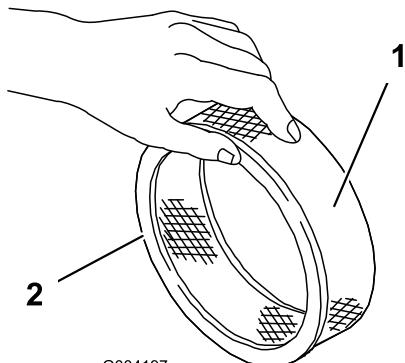

図 146
- ペーパーフィルタに汚れや油汚れ、ゴムシールの傷がないか点検する図 146。